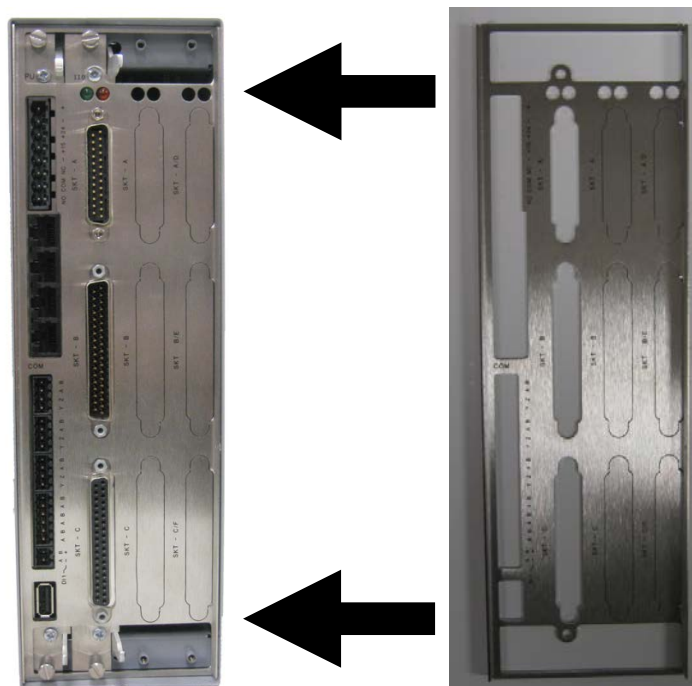

Abbildung 2-12. Sicherheitsrückplatte in Position
2. Setzen Sie die Sicherheitsrückplatte auf die bereits im S600+ installierten Module und befestigen Sie die Rückplatte mit den beiden in Schritt 1 entfernten Schrauben am E / A-Modul (siehe Abbildung 2-12).
Hinweis: Im tatsächlichen Betrieb enthalten die beiden am weitesten rechts gelegenen Steckplätze des S600+ (siehe *Abbildung 2-12*) entweder Module oder werden von Abdeckplatten abgedeckt.